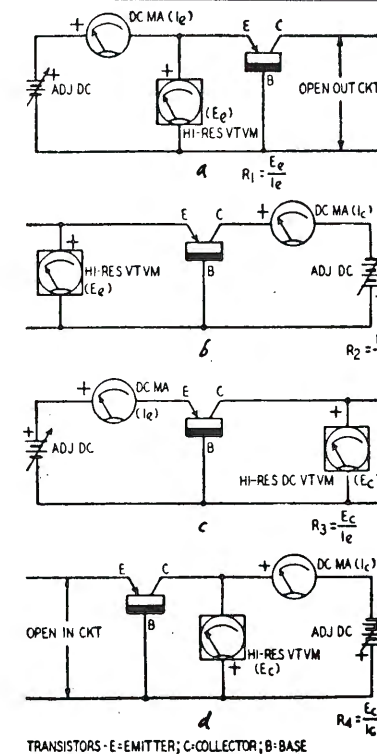
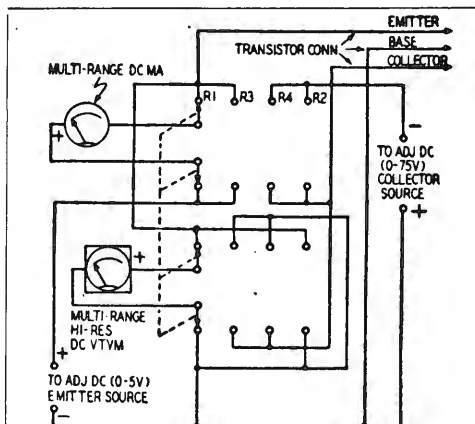

Fig. 2 - I quattro circuiti illustrati sono quelli usati per effettuare le misure descritte nel testo.
Fig. 3 - Dispositivo che, mediante un gioco di commutazioni, realizza i quattro circuiti della figura precedente.
**Resistenza R2** — Vedasi fig. 2-B. La misura viene eseguita con il circuito di entrata del transistor aperto. Usando un voltmetro elettronico c.c. ad alta impedenza per misurare  $E_e$ , viene ottenuto l'equivalente di un circuito di entrata aperto. Per i valori di resistenza più elevati è consigliato l'uso di uno strumento che non disponga di resistenza d'entrata (per esempio, il General Radio tipo 1800-A).
**Resistenza R3** — Vedasi fig. 2-C. La misura viene eseguita con il circuito di uscita del transistor aperto. Come nel corso della misura di  $R_2$  all'uscita è disposto un voltmetro a valvola con impedenza sufficientemente elevata da simulare un circuito di uscita aperto mentre si esegue la misura della tensione di collettore  $E_c$ .
**Resistenza R4** — La resistenza  $R_4$  viene misurata facendo ricorso al collegamento indicato in fig. 2-D. La misura viene eseguita con il circuito di entrata aperto. Iniziano da zero, si aumenterà la tensione finchè  $I_c$  corrisponderà al valore massimo consigliato dal costruttore per il circuito con base a massa. Il voltmetro elettronico c.c. indicherà allora la tensione di collettore  $E_c$ . Sarà  $R_4 = E_c/I_c$ .
La fig. 3 mostra un dispositivo pratico per realizzare rapidamente i circuiti di misura illustrati in fig. 2. Commutando il selettore sulle posizioni  $R_1$ ,  $R_2$ ,  $R_3$  ed  $R_4$  si formano automaticamente i circuiti rispettivamente di fig. 2-A, 2-B, 2-C e 2-D. Si tenga presente che le polarità sono quelle per un transistor a punte. Questo dispositivo sarà assai utile in laboratorio per la prova dei transistors, similmente ad un provavalvole.